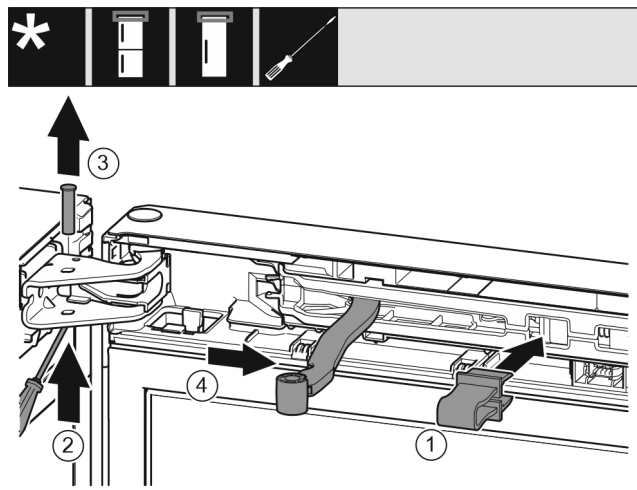

Fig. 10
- Klik sikringen Fig. 10 (1) ind i åbningen.
- Skub bolten Fig. 10 (2) ud.
- Tag bolten Fig. 10 (3) op og ud.
- Drej leddet Fig. 10 (4) i retning mod døren.